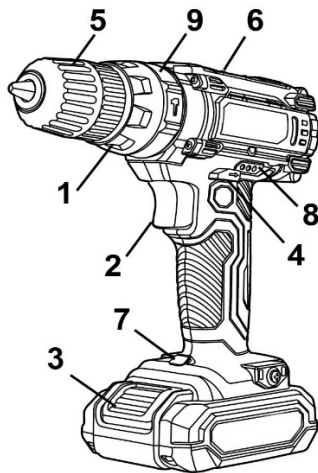

Рисунок 1
4.1.4 Встановіть необхідний крутний момент за допомогою кільця регулятора моменту затягування (1) (див. рисунок 1).
4.4 Для ввімкнення виробу натисніть на клавішу вимикача (2) (рисунок 1). Для вимкнення виробу слід клавішу відпустити. Регулювання швидкості обертання патрону здійснюється ступенем натискання на клавішу вимикача.